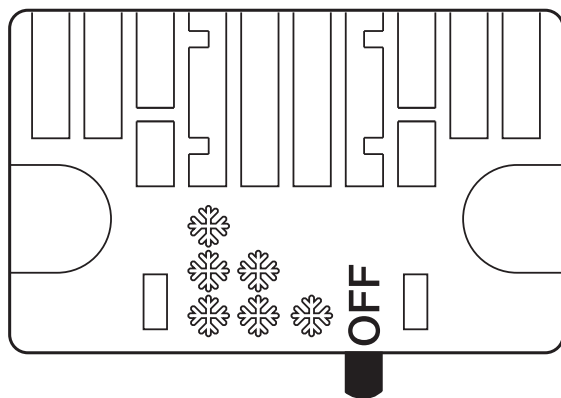

Fig. 03
- закрепить поверхность А с помощью соответствующих винтов (см. рисунок 03).